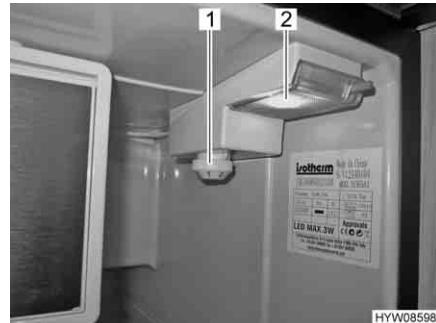

Fig. 71 Elemento di comando
- Ruotare il termoregolatore (Fig. 71,1) in senso orario dalla posizione "0" alla posizione "1". Il forno è acceso, l'illuminazione interna (Fig. 71,2) è accesa.
- Ruotare il termoregolatore (Fig. 71,1) in senso antiorario sulla posizione "0". Si deve superare una leggera resistenza.
- Impostare la temperatura al termoregolatore (Fig. 71,1).